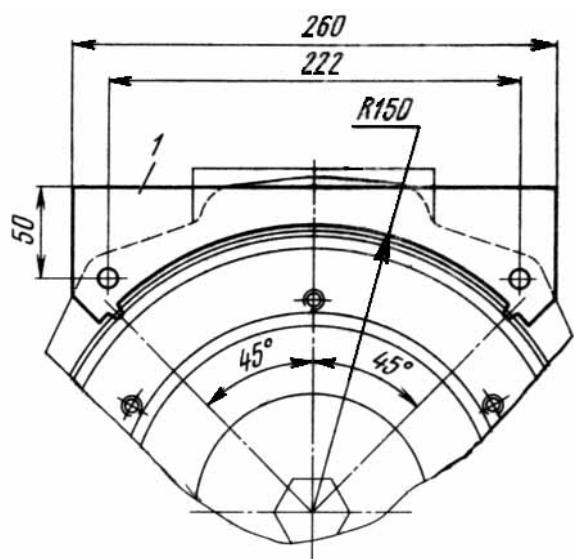

Рис. 45. Стопорение маховика от проворачивания:
- зафиксируйте маховик от проворачивания (рис. 45), отвинтите шесть болтов крепления кожуха сцепления и снимите его. Перед снятием проверьте наличие меток на кожухе сцепления и маховике (при отсутствии меток нанесите их сами);
- установите бумажную прокладку толщиной 0,1 мм и маховик на штифты коленчатого вала. Зафиксируйте маховик от проворачивания (см. рис. 45), поставьте стопорную шайбу болта маховика, завинтите болт маховика и затяните его (момент затяжки 28...32 кгс·м). Перед постановкой болта маховика на двигатель заполните полость подшипника со стороны резьбовой части болта тугоплавкой смазкой № 158 (не более 2...3 г).